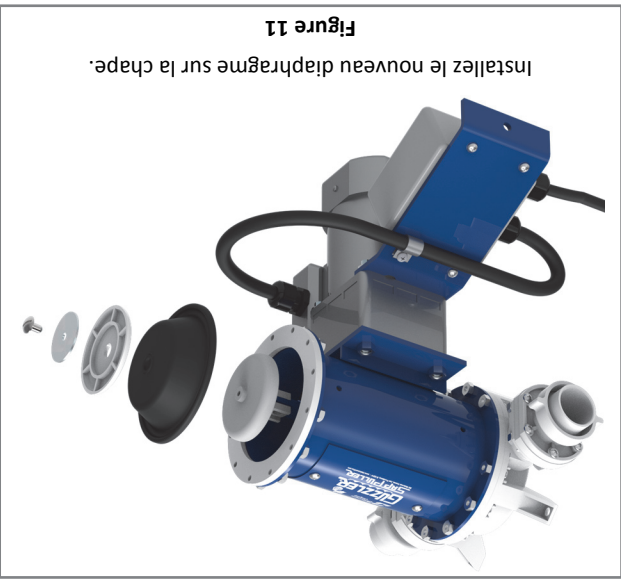

Figure 11
10. Place the new diaphragm onto the clevis and secure it with the button (rounded edge side toward diaphragm), washer & screw. Note: Be sure to place the diaphragm on the clevis so that the ridge running along the diaphragm's circumference is facing toward you. (Figure 11) (The other side of the diaphragm's outer edge is flat.) Be sure the screw is tight. We recommend using blue Loctite on the screw to help ensure it does not come loose during pump operation.
10. Placez le nouveau diaphragme sur la chape, installez le bouton (contour arrondi vers le diaphragme), la rondelle et le bouton. Note: assurez-vous que la crête qui fait le tour de la circonférence du diaphragme est orientée vers vous. (Figure 11). (L'autre côté du contour extérieur du diaphragme est plat). Assurez-vous que le bouton est bien serré. Nous recommandons l'utilisation de LOCTITE bleu sur le bouton pour s'assurer qu'il ne se dévissera pas pendant l'utilisation de la pompe.